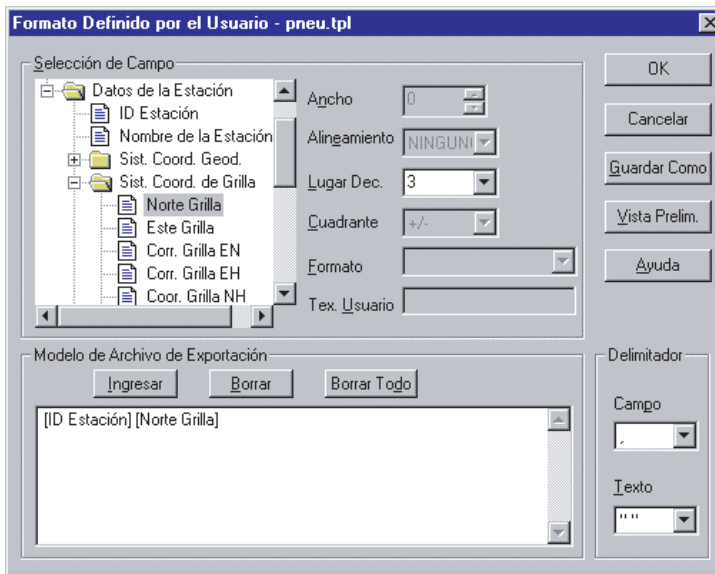

Figura 12.23. Añadiendo información de Altura
- Desplácese hacia abajo en la lista de elementos y haga doble click en **Altura Ortométrica** para añadir la elevación a nuestro modelo (Figura 12.23).